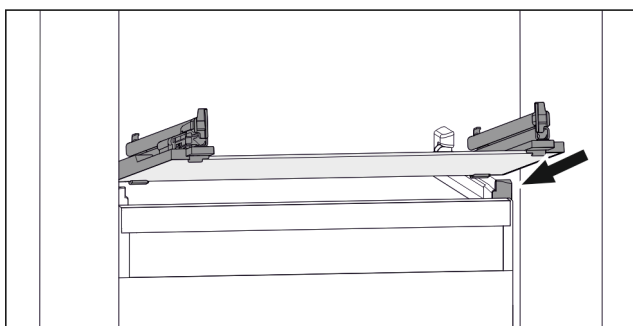

Fig. 167 Примерное отображение стеклянной пластины
- ▶ Наклоняя вниз, установите стеклянную пластину за стопоры. (см. Fig. 167)